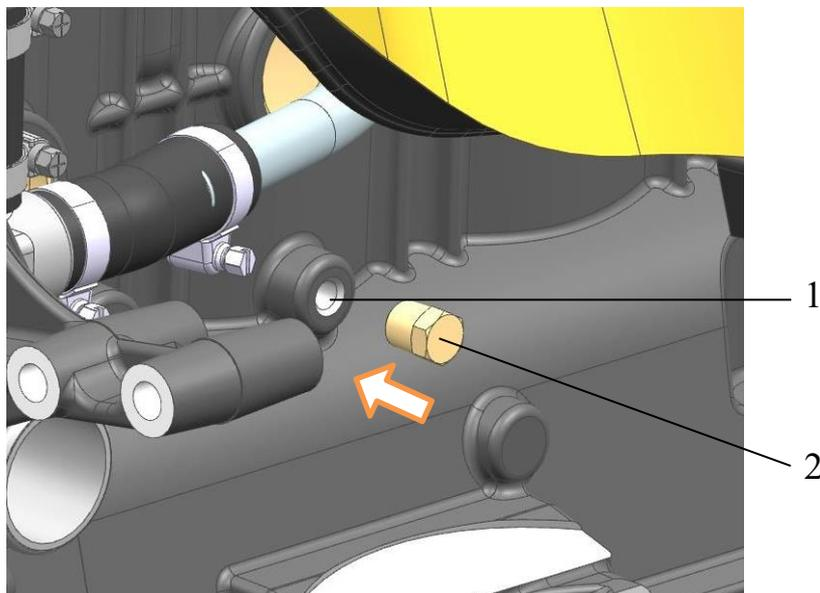

Рис.170. Установка сливной пробки:
**23.** Установить пробку 2 (рис.170) слива охлаждающей жидкости, предварительно нанеся на резьбу анаэробный герметик «Фиксатор-6» (или аналогичный: «Стопор-6», «Техногерм-5», «Гермикон-2К») или силиконовый герметик «Юнисил-Н70». Завернуть пробку в отверстие 1 моментом 17,6...34,3 Н·м (1,8...3,5 кгс·м).